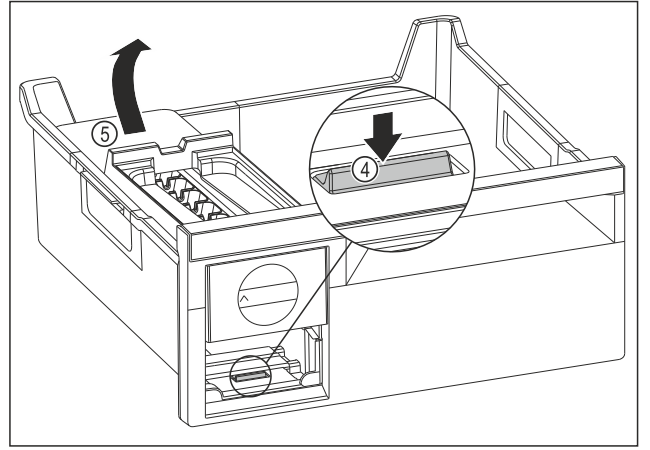

Fig. 212
- EasyTwist-Ice gövdesini çıkarın: Kulağı Fig. 212 (4) parmağınızla aşağı bastırın ve aynı anda diğer elinizle EasyTwist-Ice gövdesini Fig. 212 (5) arkadan kaldırın.